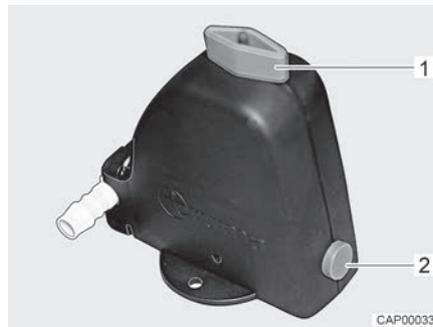
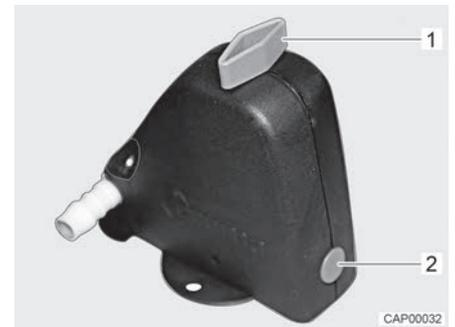

Fig. 141 Válvula de seguridad/purga abierta
Fig. 142 Válvula de seguridad/purga cerrada
- Cerrar la válvula de seguridad/purga. Para ello, girar el botón giratorio (Fig. 141,1) a la posición transversal en referencia a la válvula de seguridad/purga y hundir el botón (Fig. 141,2). La válvula de seguridad/purga cerrada se muestra en Fig. 142. A temperaturas inferiores a 6 °C, la válvula de seguridad/purga no se deja cerrar.